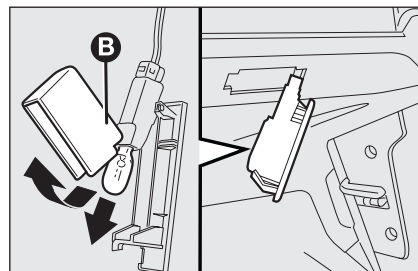

fig. 43
- ouvrir la protection **B**-fig. 43 et remplacer l'ampoule appliquée à pression;